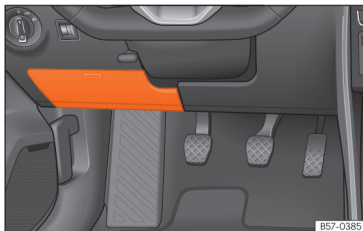

Abb. 198 Auf der Fahrerseite in der Instrumententafel: Abdeckung des Sicherungskastens.
- **Öffnen:** Abdeckung nach unten aufklappen >>> [Abb. 198].